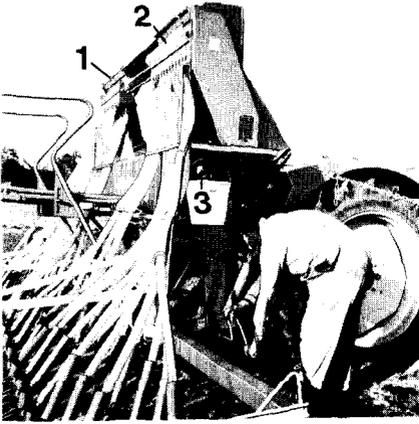

Abbildung 25
1. Die beiden Kunststoffschieber (Abb. 25/1) wie beim Abdrehen in die Schlitze unterhalb der Säräder einschieben (Abb. 25/2).
2. Je einen Eimer unter die Ausläufe (Abb. 25/3) hängen.